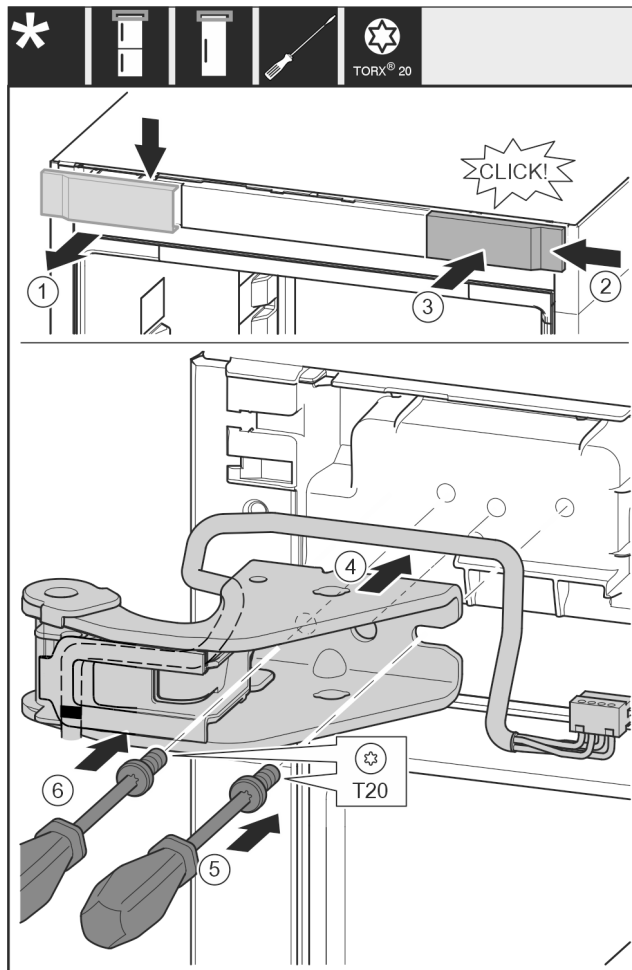

Fig. 20
- ▶ Tag afdækningen af opefter. Fig. 20 (1)
- ▶ Drej afdækningen 180°, og anbring på plads i den anden side fra højre. Fig. 20 (2)
- ▶ Sørg for, at afdækningen går i indgreb. Fig. 20 (3)
- ▶ Anbring den øverste hængselkonsol. Fig. 20 (4)
- ▶ Sæt skruen i med skruetrækkeren T20, og stram den. Fig. 20 (5)
- ▶ Sæt skruen i med skruetrækkeren T20, og stram den. Fig. 20 (6)